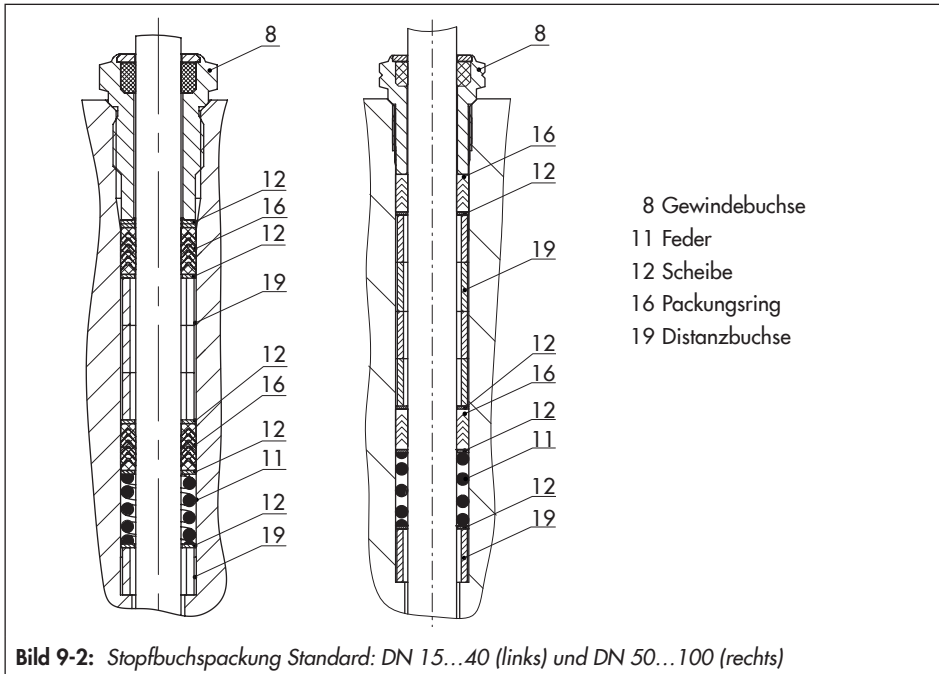

Bild 9-2: Stopfbuchspackung Standard: DN 15...40 (links) und DN 50...100 (rechts)
12. Stopfbuchsteile mit einem geeigneten Werkzeug vorsichtig über die Kegelstange in den Packungsraum einschieben. Korrekte Anordnung beachten, vgl. Bild 9-2.
13. Kegel (5) fest in den Sitz (4) drücken. Dabei Oberteil (2) mit oberen Gehäusemutter (14) befestigen. Gehäusemuttern schrittweise über Kreuz anziehen. Anzugsmomente beachten.
14. Gewindebuchse (8) einschrauben und festziehen. Anzugsmomente beachten.
15. Joch (3) auf das Oberteil (2) setzen und mit Schlagmutter (92) festschrauben.
16. Kontermutter (10) und Kupplungsmutter (9) lose auf Kegelstange schrauben.
13. Kegel (5) fest in den Sitz (4) drücken. Dabei Isolierteil (21) mit oberen Gehäusemutter (14) befestigen. Gehäusemutter schrittweise über Kreuz anziehen. Anzugsmomente beachten.
15. Joch (3) auf das Isolierteil (21) setzen und mit Schlagmutter (92) festschrauben.
16. Stopfbuchsteile mit einem geeigneten Werkzeug vorsichtig über die Kegelstange in den Packungsraum einschieben. Korrekte Anordnung beachten, vgl. Bild 9-2.
17. Kegel (5) fest in den Sitz (4) drücken. Dabei Oberteil (2) mit oberen Gehäusemutter (14) befestigen. Gehäusemutter schrittweise über Kreuz anziehen. Anzugsmomente beachten.
18. Gewindebuchse (8) einschrauben und festziehen. Anzugsmomente beachten.
19. Joch (3) auf das Oberteil (2) setzen und mit Schlagmutter (92) festschrauben.
20. Kontermutter (10) und Kupplungsmutter (9) lose auf Kegelstange schrauben.